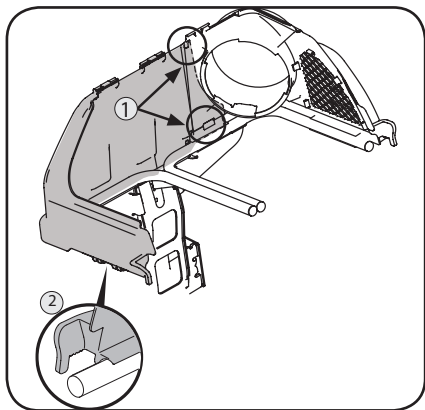

Figura 4-7
3. Deslice el lado izquierdo de la cubierta del colector de césped (731-12350B) sobre el soporte del canal superior y en el soporte del montaje de la bolsa. Cierre cuidadosamente las dos pestañas en la parte frontal del soporte del canal superior, Consulte (1) en Figura 4-7. Coloque las cuerdas en el lado izquierdo del carril de soporte de la embolsadora. Consulte 2 en Figura 4-7.